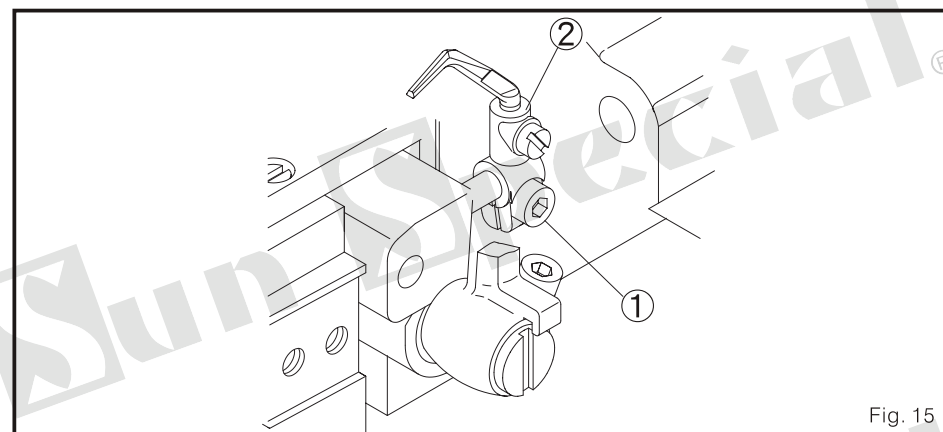

Fig. 15
- (2) poder o ajustar espaço de forma que isto é de 0-0.5 mm, por favor solte o parafuso 1, e mova o apoio do protetor de agulha 2 de atrás e à frente. (Fig. 15)